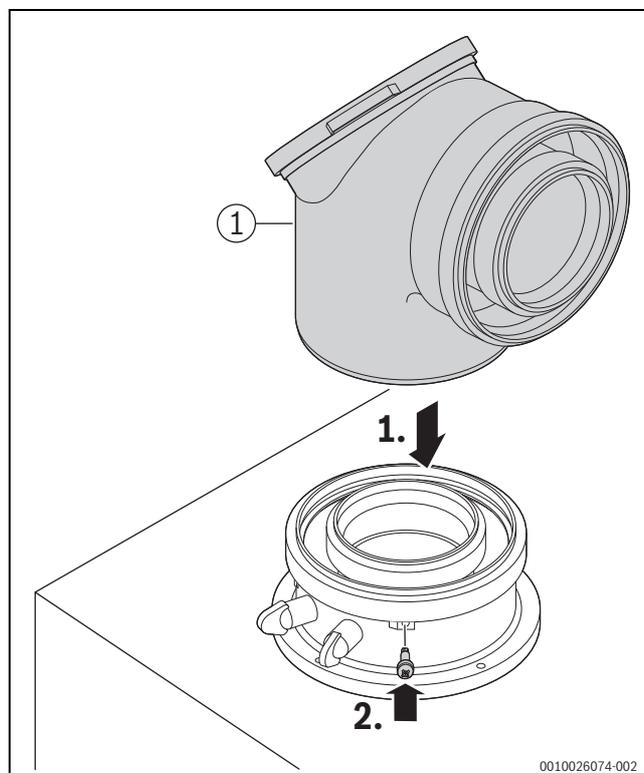

Fig. 26 Colocar el accesorio para evacuación de gases de escape y asegurarlo con un tornillo
- ▶ Conectar el accesorio de evacuación (→ fig. 26, [1]). Tener en cuenta el manual de instalación del accesorio para evacuación de gases de escape.